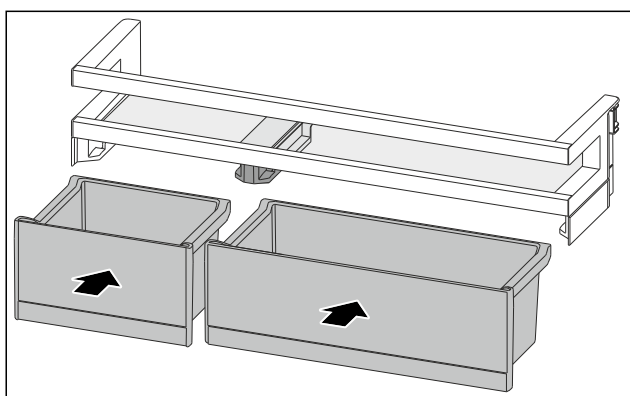

Fig. 119
- 排列互换后装入 VarioBox。(参见 Fig. 119)